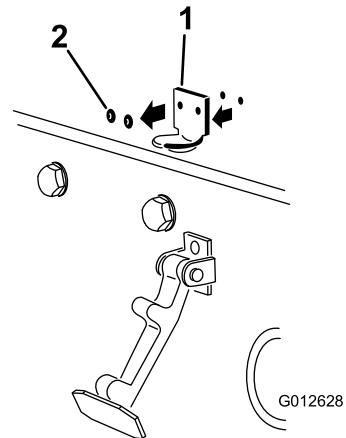

图 15
2. 拆下将机罩闩锁支架固定至机罩的 2 个铆钉图 15 然后从机罩上卸下机罩闩锁支架。